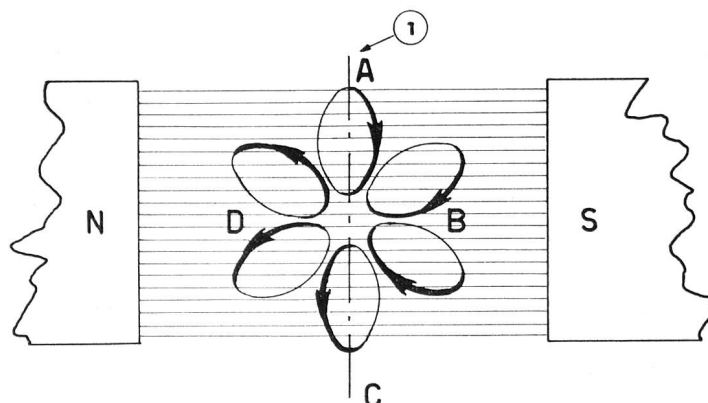

Fig. 103
Si l'on fait tourner une spire dans un champ magnétique (fig. 103), elle occupe successivement les positions a — b — c — d.
a) **Cas d'une résistance ohmique pure aux bornes d'un générateur alternatif.** Considérons un circuit (fig. 103), dans lequel aucun phénomène de self induction ne se produit, c'est-à-dire ne contenant aucun coude brusque, aucune spire et aucun solénoïde.